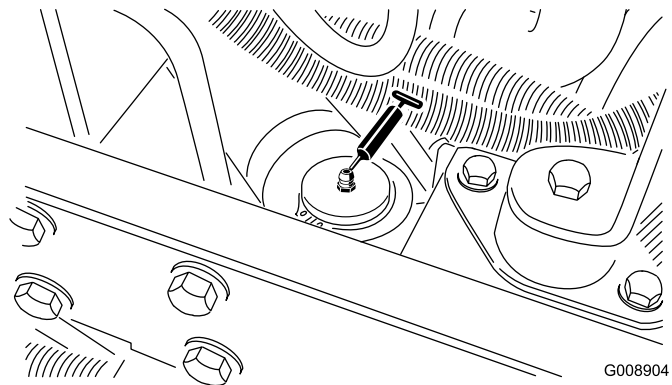

Figura 38
- Cilindro de dirección (Figura 38).